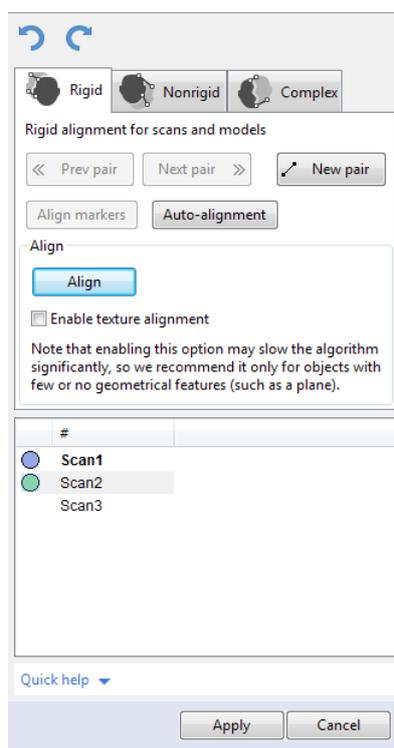

Abbildung 66: Bedienfeld *Ausrichten*: Tabulator *Starr*.
1. Sicherstellen, dass der *Starr*-Tabulator im Bedienfeld *Ausrichten* gewählt ist (siehe Abb. 66). Das Werkzeug selektiert automatisch alle Scans. Unnötige Selektionen können mit der Taste `Ctrl` key (siehe Scan-Ausrichtung) rückgängig gemacht werden.
1. Sicherstellen, dass der Tabulator *Starr* selektiert ist (siehe Abb. 66).